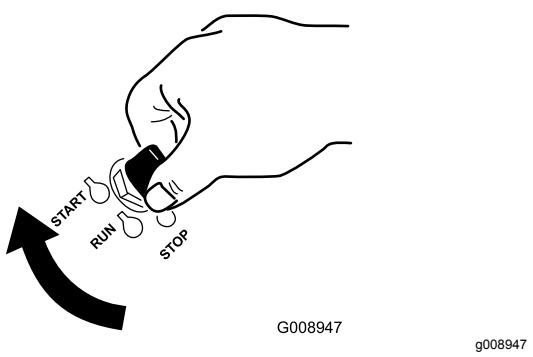

Figura 22
- Girate la chiave di accensione in posizione AVVIO (Figura 22).